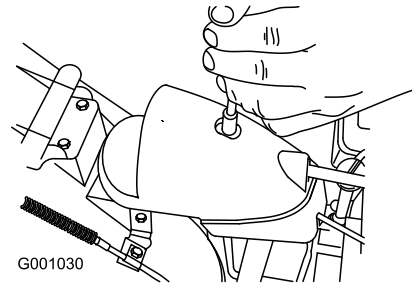

Figura 49
1. Retire el cierre de la tapa de la caja de engranajes (Figura 49), levante la parte delantera de la tapa y deslícela hacia atrás para que no estorbe.